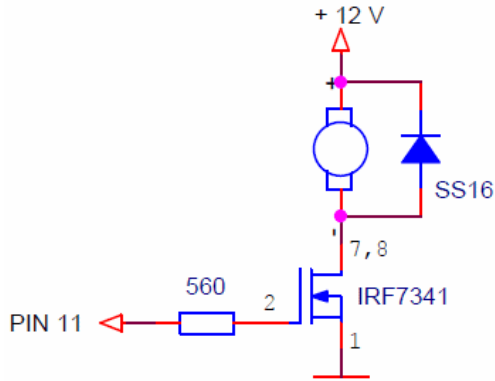

Рис. 3.3. Схема керування швидкістю обертів ДПС з використанням польового транзистора
3. Скласти на макетній платі наступну схему рис. 3.3.